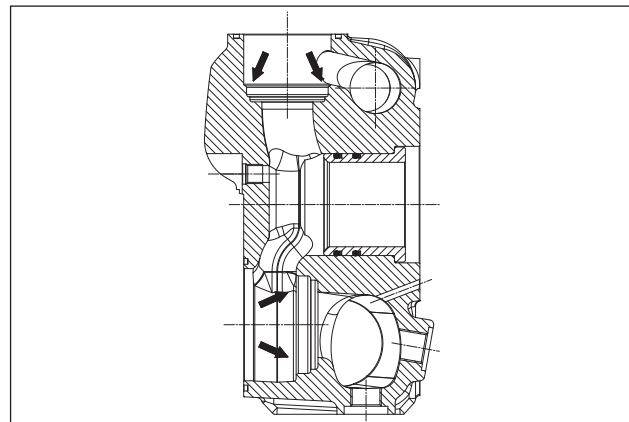

Рис. 145
Перед тем как устанавливать клапанные узлы обратно на место, хорошо очистите и высушите соответствующие гнезда в торце, обозначенные стрелками (поз. ①, Рис. 145).